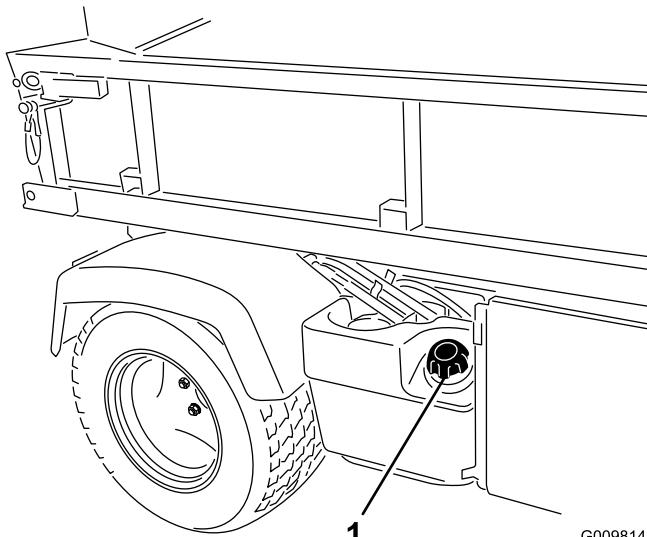

Figura 16
2. Rimovete il tappo del serbatoio del carburante (Figura 16).